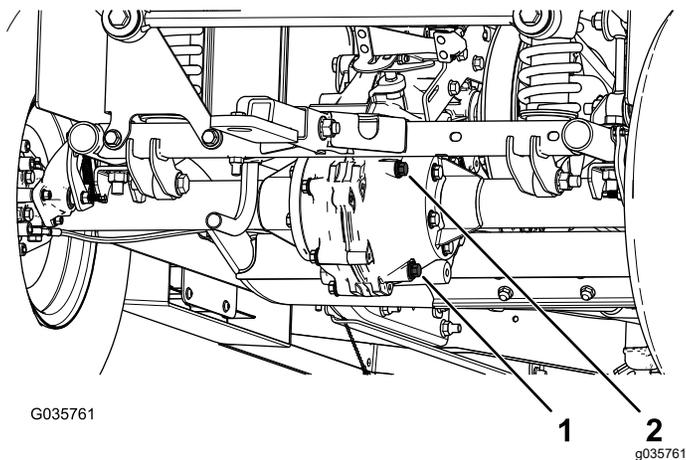

Figura 56
2. Tire o tampão de enchimento do conjunto eixo-transmissão (Figura 56).
3. Se o nível de fluido estiver baixo, retire o tampão de enchimento e adicione o fluido especificado até sair pelo furo (Figura 56).
1. Alinhe um recipiente de escoamento com o tampão de escoamento (Figura 56).
2. Retire o tampão de enchimento e o vedante (Figura 56).
3. Retire o tampão de escoamento e o vedante e deixe o fluido escoar completamente (Figura 56).